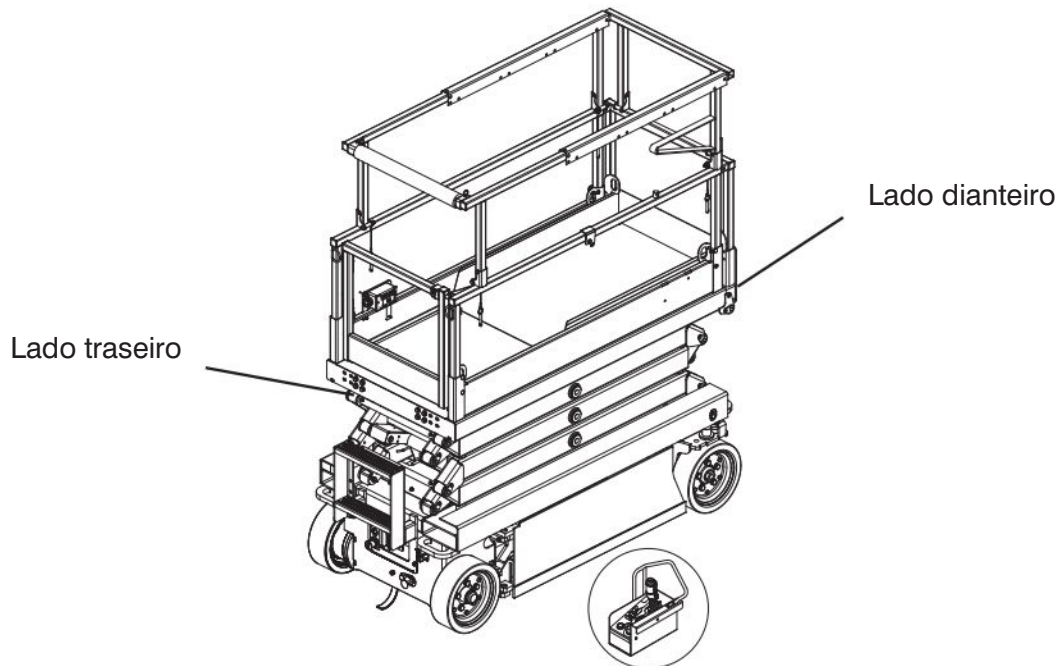

Figura 3-11 Caixa de controle com cabo longo fora da plataforma
- **Verifique se o operador e o console da caixa de controle estão corretamente orientados na direção em que a plataforma aérea está voltada (consulte a Figura 3-11).**